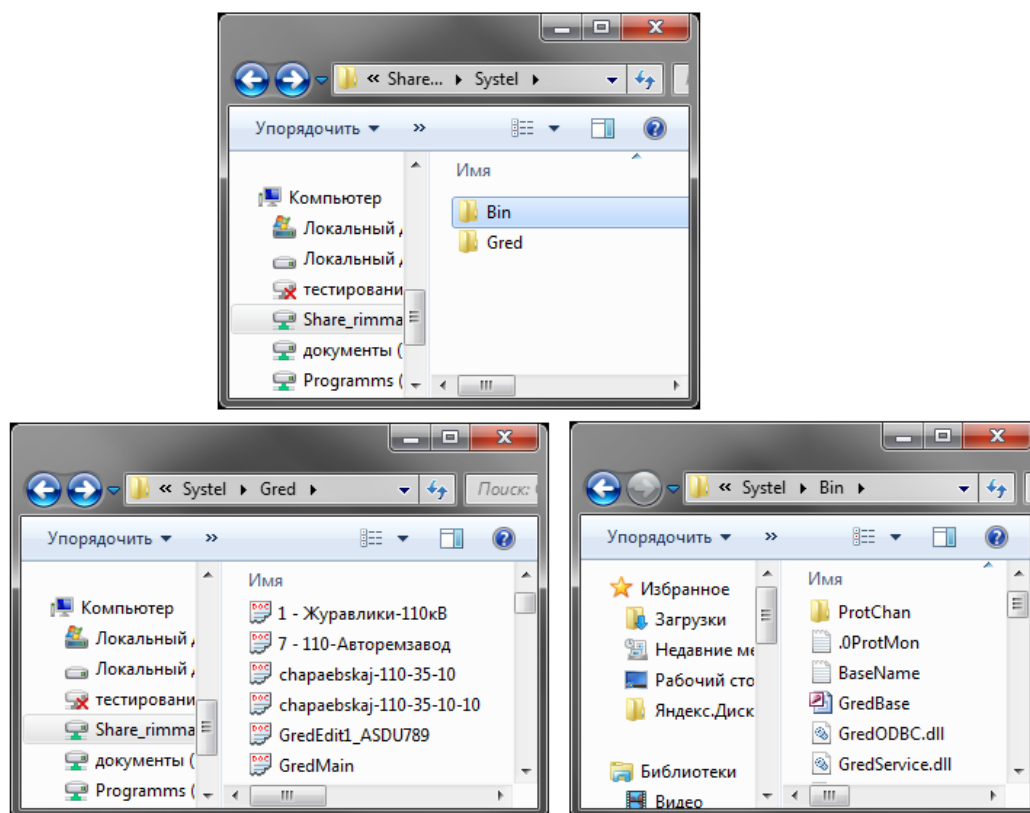

Рисунок 3.1 – Папка «Systel»
2. В созданную папку поместить папку **«Systel»**, в которой расположены компоненты необходимые для работы редактора: БД телеметрии, мнемосхемы, библиотеки (Рисунок 3.1).